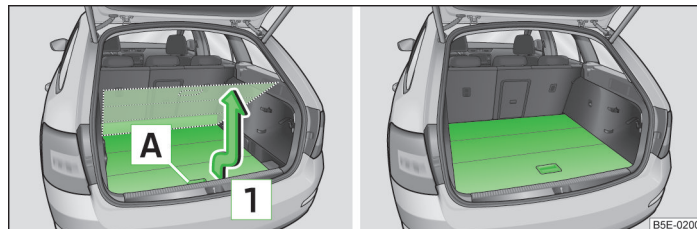

Fig. 96 Regolare il piano di carico variabile nella posizione superiore / piano di carico variabile nella posizione superiore
- Afferrare la parte posteriore del piano di carico variabile in corrispondenza della maniglia **A** » fig. 96.